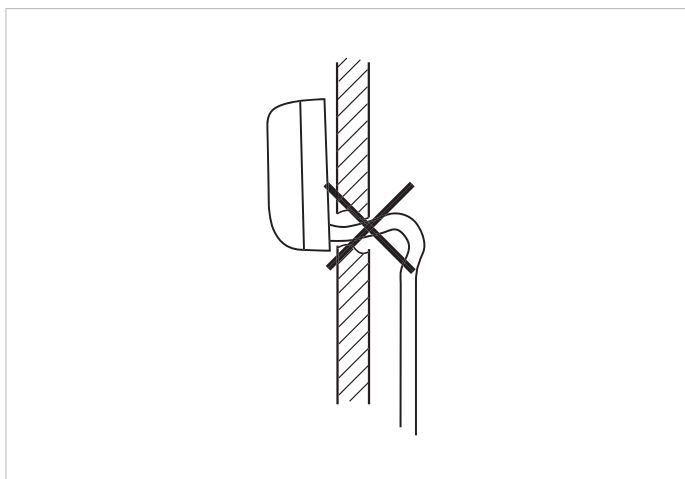

Fig. 9.1 Formation d'une courbe ascendante à éviter
- Éviter d'installer la conduite de condensats en formant une courbe ascendante (cf. figure 9.1).